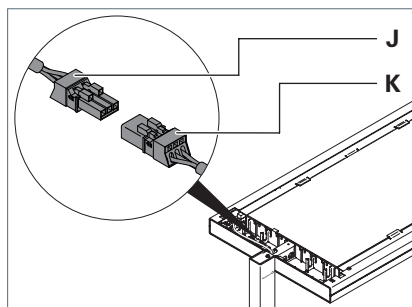

Fig. 5: Collegamento della testa dell'apparecchio d'illuminazione, parte 2.
- Collegare la presa **J** alla spina **K** della testa dell'apparecchio d'illuminazione, vedi Fig. 5.